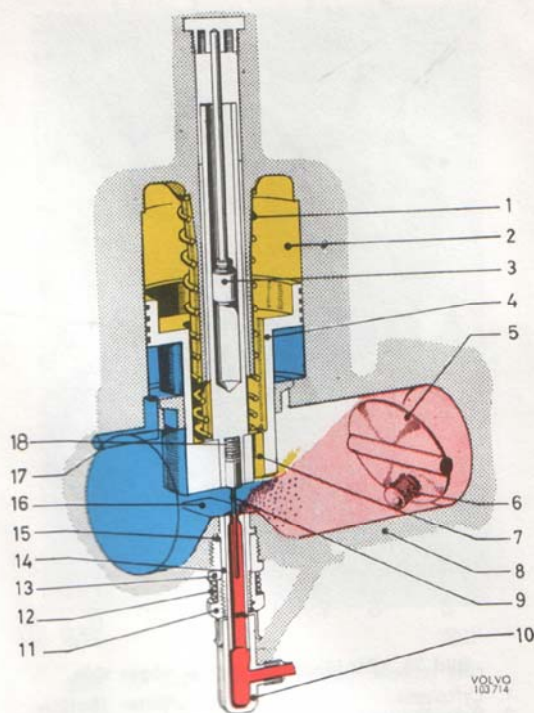

Bild 83. Förgasare, drift
Luftströmmen, som under drift passerar förgasarna, ökar i hastighet då den strömmar förbi den förträngning som benämnes bryggan (16, bild 83). Bränslet tillföres luftströmmen genom munstycket, som mynnar vid bryggan. Vakuumpkolvens läge i höjddled bestäms av tryckskillnaden mellan vakuum i förgasaren och atmo-
När vakuumkolven (4, bild 83) lyfts upp trycks dämpkolven (3) mot sitt säte och hindrar oljan att strömma förbi från undersidan till ovasidan av dämpkolven och kolvens (4) rörelse bromsas. Härigenom uppstår temporärt ett starkare vakuum ovanför munstycket och bränsleluftblandningen blir tillfälligt fetare.
Förhållandet bränsle/luft ställes in med justermuttern (11, bild 83) vid munstycket och inställningen göres vid tomgång för hela varvtalsområdet.